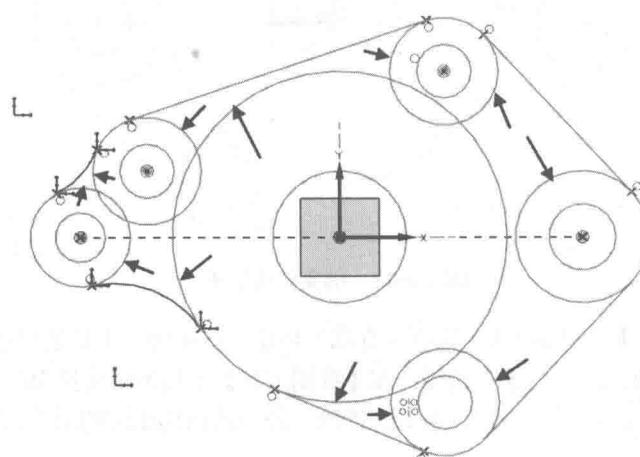
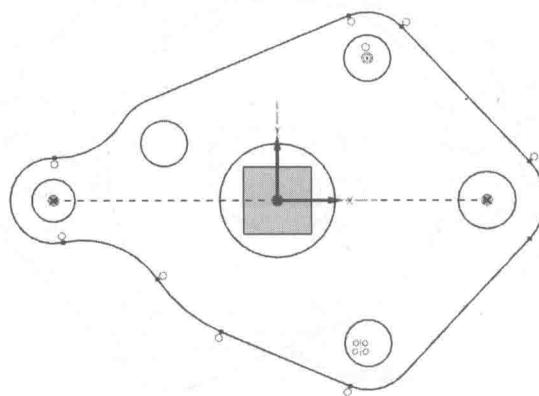

图 1-2-25 选取要修剪的曲线
图 1-2-26 修剪曲线后结果
(15) 修剪多余曲线。在【草图工具】工具条中选择 X (快速修剪) 按钮, 然后在图中选择图 1-2-25 所示的曲线, 修剪结果如图 1-2-26 所示。